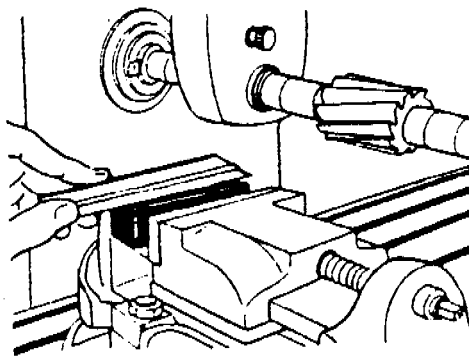

Figura 10
- a. Verifique si la superficie quedó totalmente plana ( Figura 10 ).